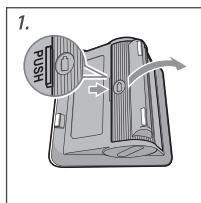

Рис. 2
1. Свалете капачката на батерийното отделение в долната част на уреда (рис. 2).